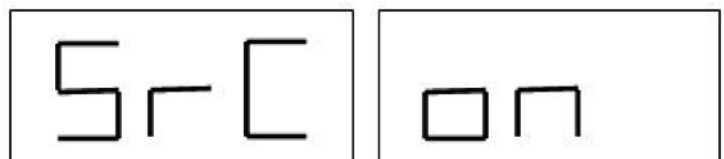

Figure F3.11. Message de confirmation de l'activation de l'équilibrage
1. L'équilibreuse se met automatiquement en mode "SRC0" à l'arrêt de la rotation. L'écran en haut à gauche affiche "SrC", comme indiqué sur la figure F3.11. La valeur de déséquilibre s'affichera au bout de quelques secondes.